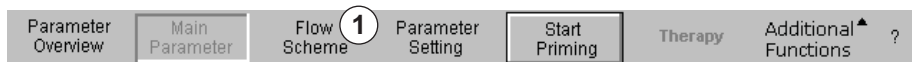

Рис. 2-23 Пункт *Flow Scheme* (Схема потока) в строке меню
1. Использовать вращающуюся кнопку для выбора пункта *Flow Scheme* (Схема потока; Рис. 2-23 , ①) в строке меню и нажать кнопку *Ввод*.